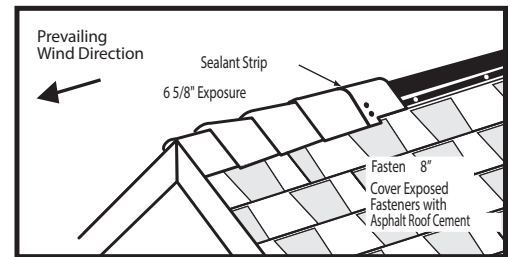

Figure 1
2. Apply ridge after hips have been applied, beginning on end of ridge opposite prevailing wind direction. See Fig. 1
2. Aplique las tejas de cumbre después de que se hayan instalado las tejas de caballete, comenzando por el extremo de la cumbre opuesto a la dirección del viento predominante. Ver la Fig. 1